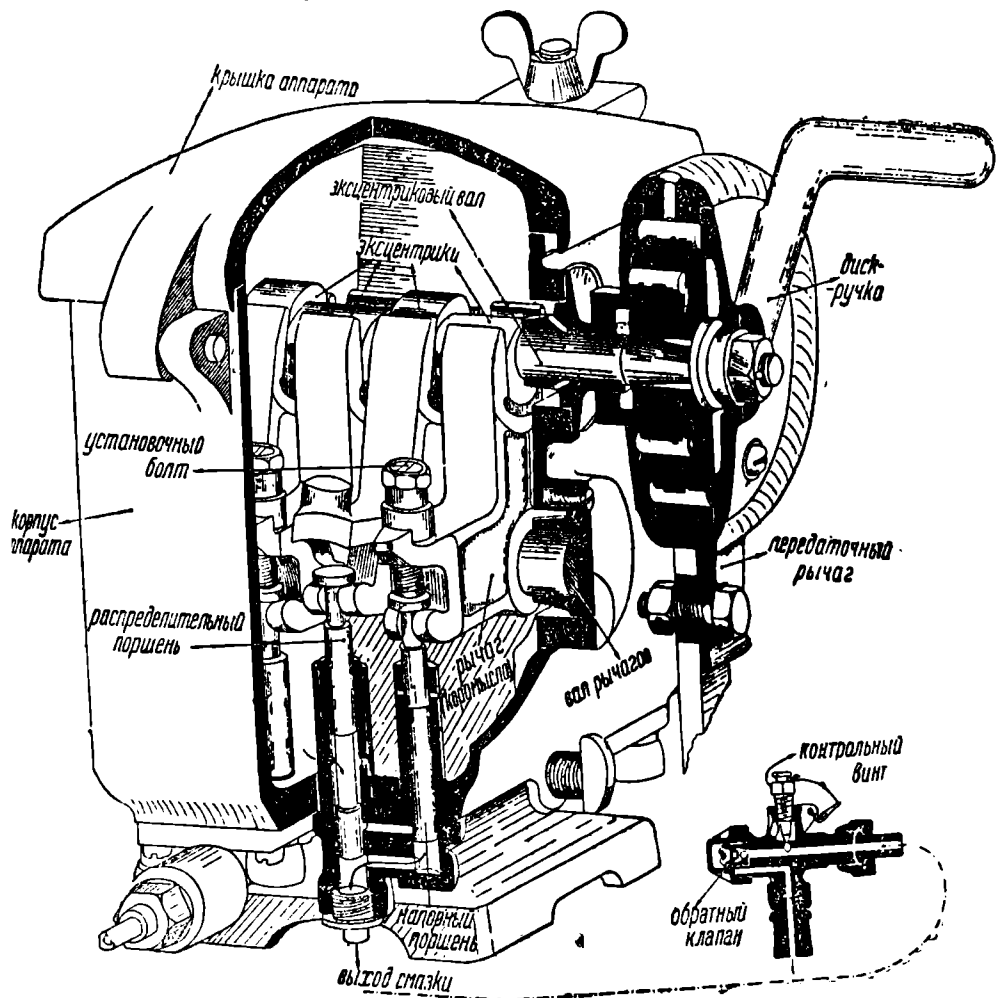

Рис. 88. Смазочный аппарат Фридмана.
**Смазочный прибор Фридмана.** Прибор Фридмана или, как его называют, пресс Фридмана (рис. 88) является соединением вместе